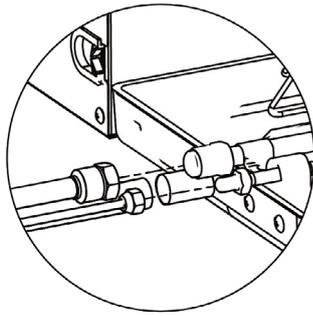

Fig. 16
- 2 Orientez la partie évasée du tuyau en cuivre vers le centre du raccord fileté. Serrez solidement l'écrou évasé à la main, voir Fig.16 (Assurez-vous que le tuyau intérieur est correctement raccordé. Un emplacement incorrect du centre empêchera de serrer l'écrou évasé correctement. Le filetage de l'écrou sera endommagé si l'écrou évasé est tordu de force).